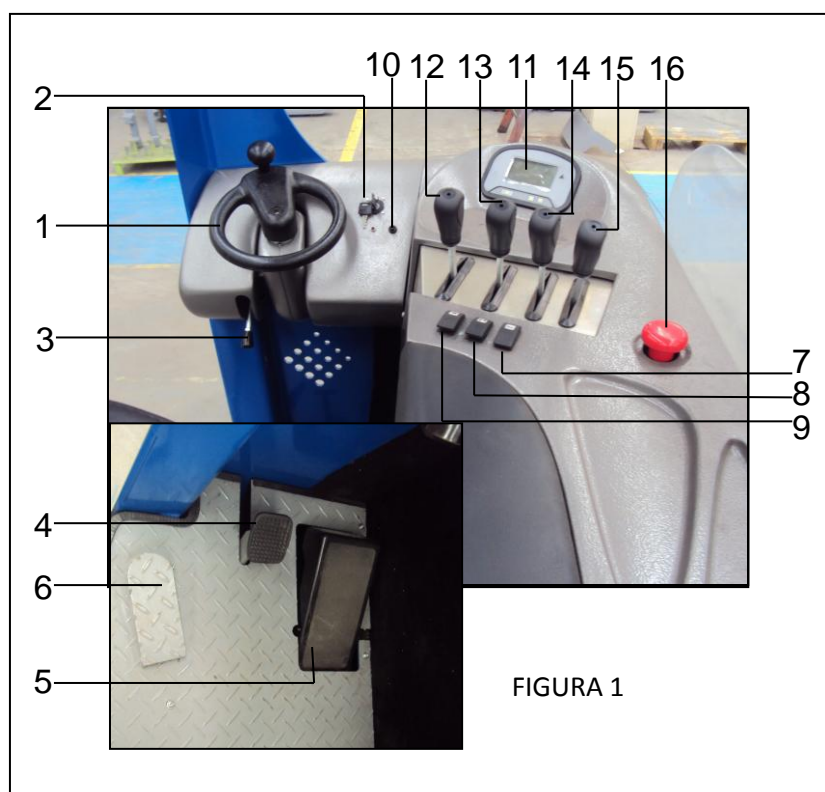

FIGURA 1
2. Puxar o manípulo da chave geral para cima (16 – Figura 1).
3. Girar chave de contato (2 – Figura 1).
Para mover a empilhadeira (VER FIGURA 1)
Para elevar, abaixar e deslocar lateralmente os garfos (VER FIGURA 1).
Para avançar ou recuar a torre de elevação (VER FIGURA 1).
Para inclinar os garfos (VER FIGURA 1).
Para deslocar os garfos lateralmente (VER FIGURA 1).
Para estacionar a empilhadeira (VER FIGURA 1).